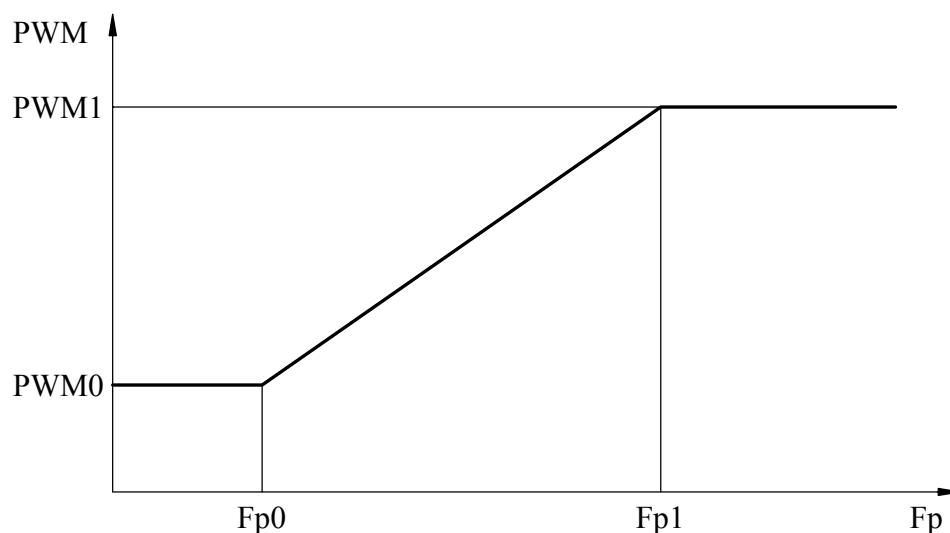

Рис. 6. Зависимость выходного относительного напряжения от частоты и табличных параметров.
3.6.7. **Тип 4** – параметры кривой выходного относительного напряжения ($PWM=f(Fp)$) (рис.6).